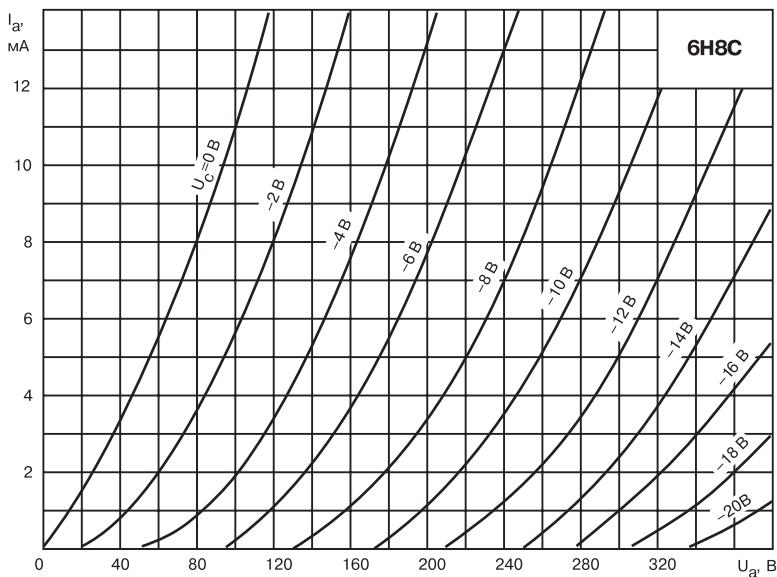

Рис. 2.21. Типовые вольтамперные характеристики 6Н8С
- высокая линейность, широкий раскрыв характеристик (см. рис. 2.21);